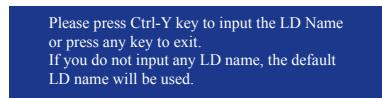

図 1
5. <Ctrl>+<Y> キーを押して情報を保存します。図 1 のメッセージが表示されます。<Ctrl+Y>を押して矢印名を入力します。矢印名を入力しない場合、既定値の矢印名が使用されます。